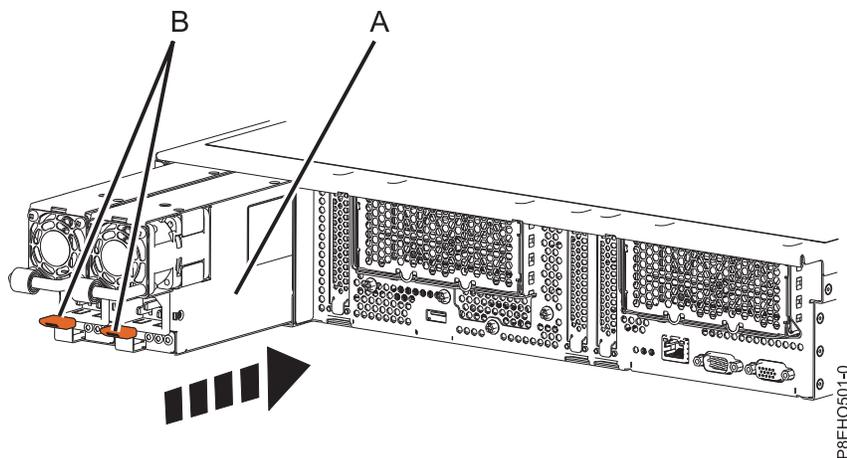

図 53. システムの電源装置の取り替え
2. 電源装置 (A) をベイに位置合わせし、赤褐色のラッチ (B) が所定の位置にロックされるまで、電源装置をスライドさせてシステムに押し込みます。『図 53』を参照してください。